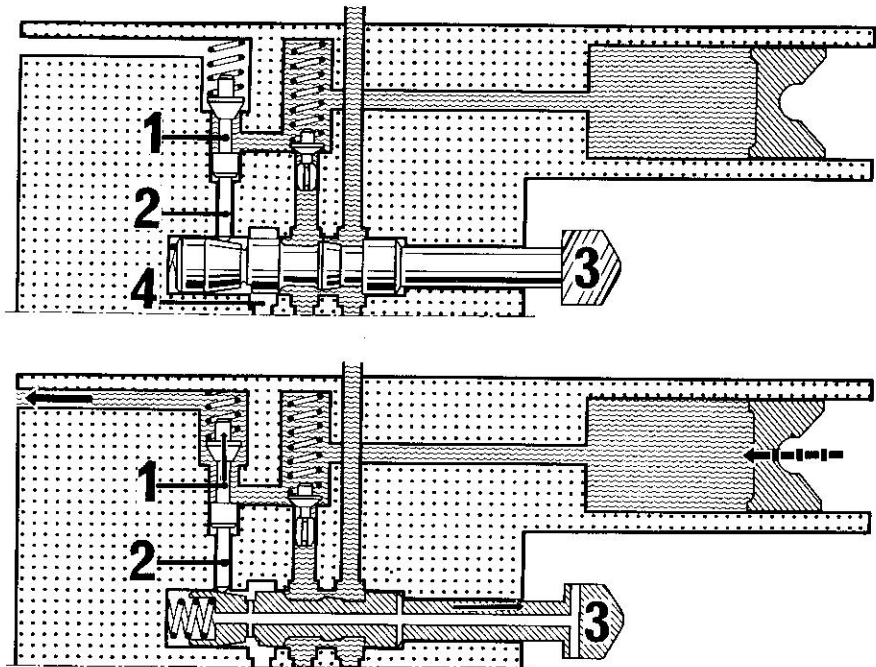

fig. 4
Lorsque la came tourne vers la droite elle permet le déplacement du tiroir en position descente (fig.4). Le tiroir poussé par un ressort est toujours en contact avec la came.
Le fonctionnement expliqué ci-dessus n'est valable que pour le même effort de traction. En réalité, pour travailler à des profondeurs différentes il faut faire varier l'effort. Pour cela, il est nécessaire que le levier de détection (4) attaque plus ou moins tôt le tiroir de distribution. Ce levier est alors en deux pièces, articulées entre elles. Pour obtenir les différentes profondeurs il suffit de rapprocher ou d'éloigner le levier (5) du tiroir (3) (fig. 4).